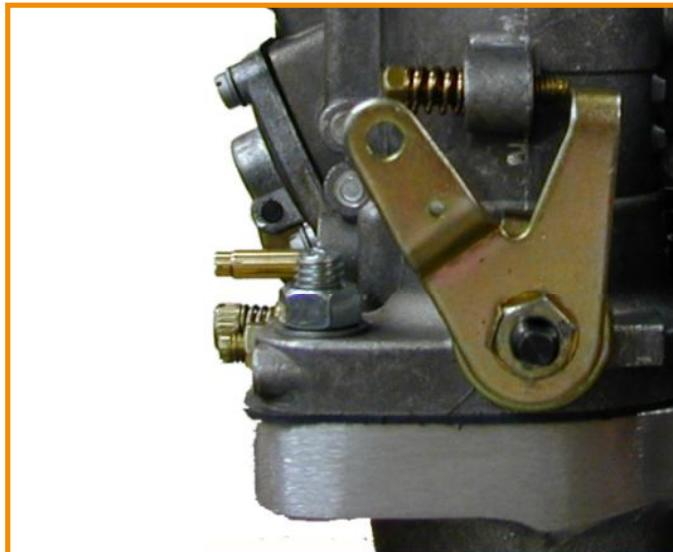

Fig. 3
- Carefully bend the lock tab on the front throttle shaft retaining nuts with a screw driver. (Fig.3)
- Biegen Sie an beiden Vergasern das Sicherungsblech der (in Fahrtrichtung) vorderen Drosselklappenwellenmutter mit einem Schlitz-Schraubendreher zurück. (Fig.3)